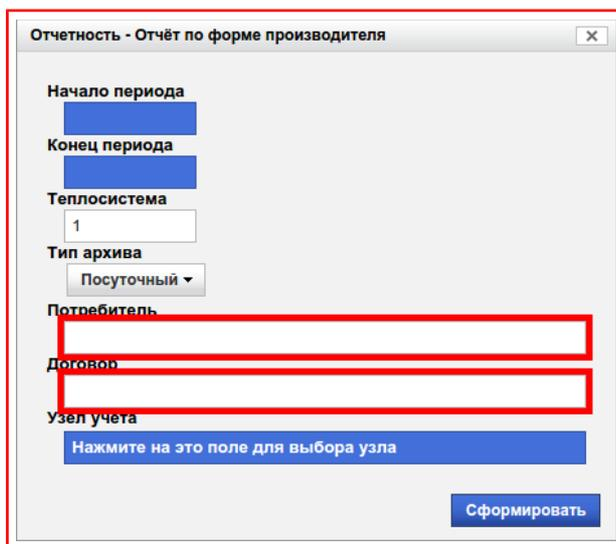

Рисунок 8.22 — Необязательные к заполнению поля
- 6) Далее можно заполнить **необязательные** поля: «Потребитель», «Договор», рисунок 8.22;